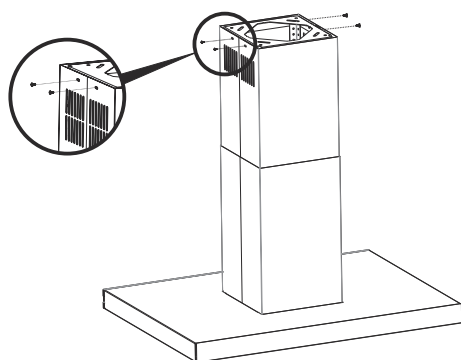

Fig. 12
- ➔ Løft nu den indvendige skorsten op mod loftflancen og skru den fast via 4 stk 3,5 x 9,5 skruer for at fastmontere (Fig. 12).